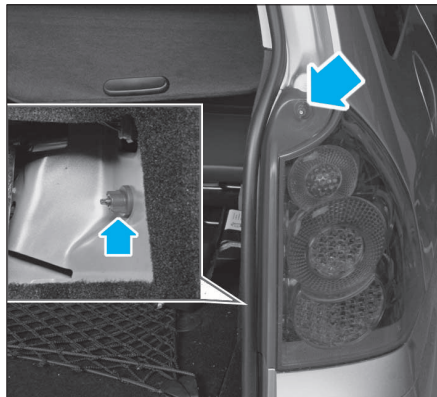

FIG. 65
- Déposer les 2 papillons (Fig.65) puis les feux arrière après avoir débranché les connecteurs.